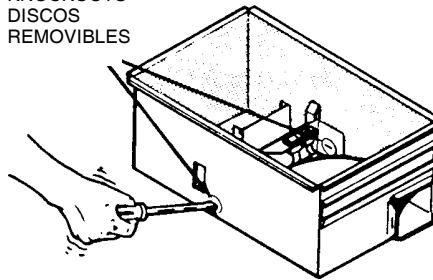

FIG. 5
7. Insert the adjustable mounting brackets into the bracket channels on the housing. (FIG. 5)
7. Meta los soportes de montaje ajustables en los canales para éstos en la caja. (FIG. 5)